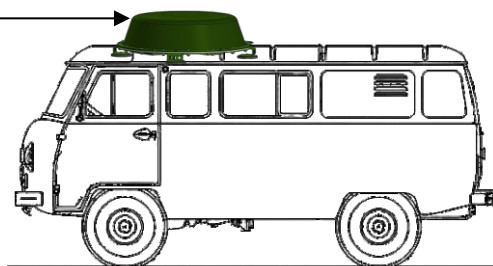
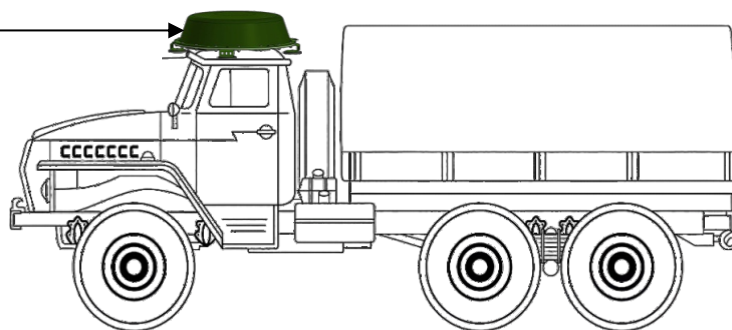

рисунок 1
рисунок 2
- 7.1. Для крепления на автотранспорт и боевую технику используются магнитное крепление, а также монтаж на металлические кронштейны с болтами или кольцом под сварку (рисунок 1, рисунок 2);